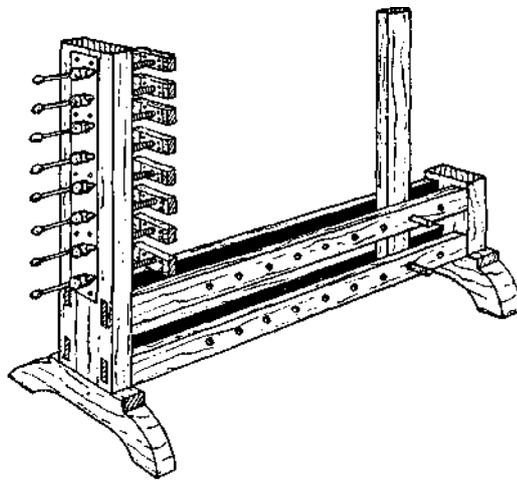

Fig. 66 — Cavalete para colagem em série.
*Cavalete.* — Para colagem em série (Fig. 66).